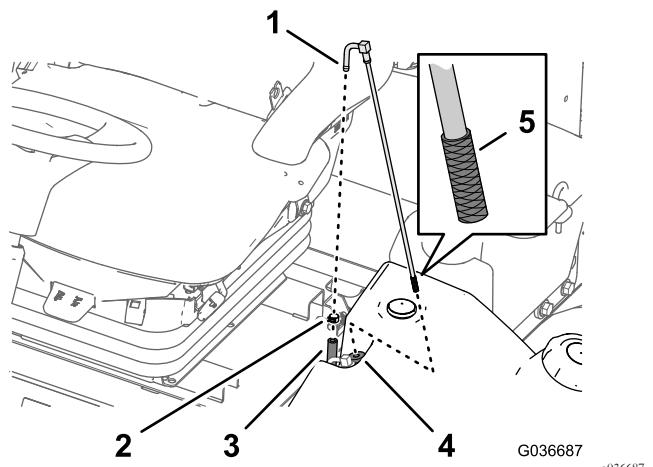

図 44
1. 燃料供給ホースを燃料供給チューブに固定しているホースクランプを外す図 44。
2. フィッティングからホースを取り外す図 44。
3. 燃料タンクから燃料供給チューブを取り出す図 44。
4. 燃料供給チューブの端部のスクリーンにたまっているごみでないに取り除く図 44。
5. ゴム製ブッシュを通して燃料タンク内部へ燃料供給チューブを挿入する図 44。